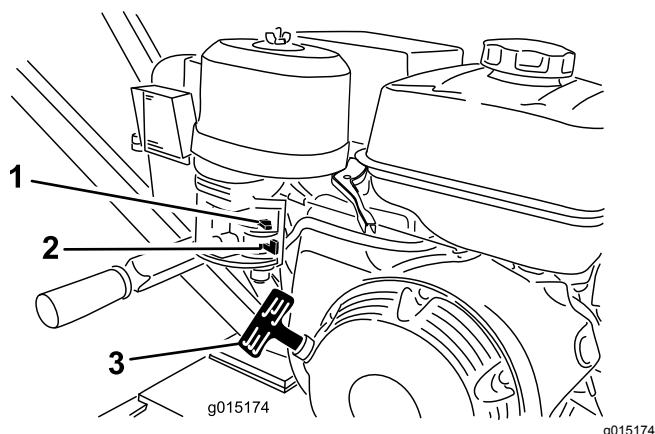

Figura 8
1. Spostate la valvola del carburante in posizione di APERTURA, completamente a destra (Figura 8).
2. Spostate la leva dello starter in posizione di ACCENSIONE (Figura 8).
5. Tirate delicatamente la maniglia dell'avvitatore autoavvolgente fino a quando non avvertite resistenza, poi tiratela in modo secco (Figura 8). Riportate indietro delicatamente la maniglia dell'avvitatore autoavvolgente.